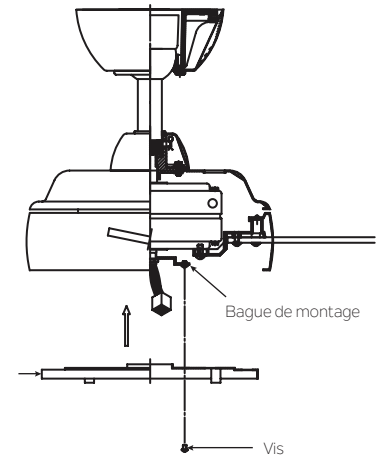

Fig. 15
Étape 1. Desserrez deux des trois vis sur la bague de montage, enlevez la troisième vis (que vous mettez de côté) de la bague de montage. (Fig. 15)